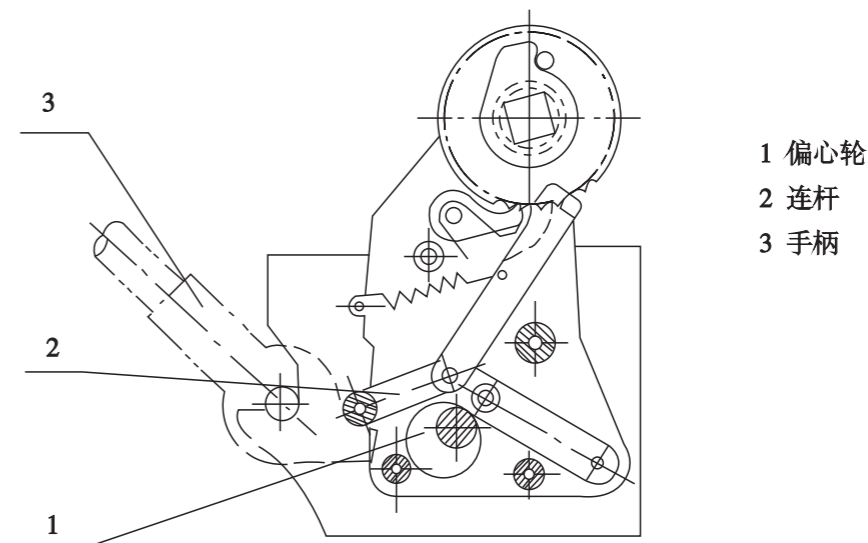

图10 2500.4000A 电动及检修手柄操作机构
4.4 2500.4000A 断路器附有检修手柄，操作时需转动电机手轮使偏心轮1转动，当连杆2处在最低位置时方能用检修手柄操作。(见图10)